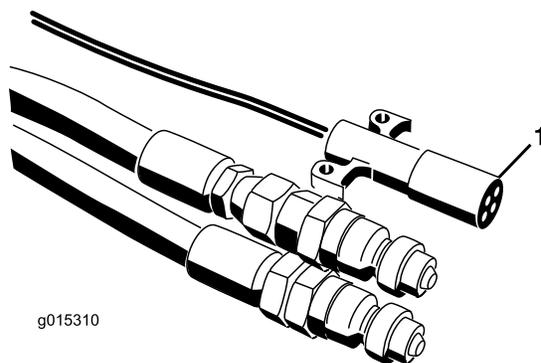
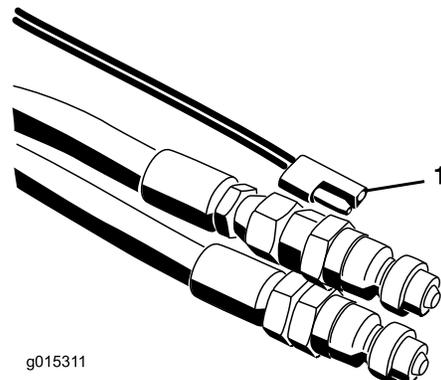

图18
图19
7. 把电源线束连接到牵引车（图18 & 图19）。在 SH 型号上，把悬线式开关放在驾驶员座椅可及的位置。确保开关处于关闭状态。